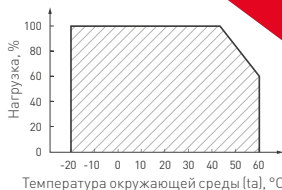

Рис. 1. Максимальная допустимая нагрузка, % от мощности источника.
- 4.3. Не нагружайте источник питания более 80% от его максимальной мощности. Учитывайте, что с повышением температуры окружающей среды максимальная мощность источника питания снижается, см. график зависимости на Рис. 1.